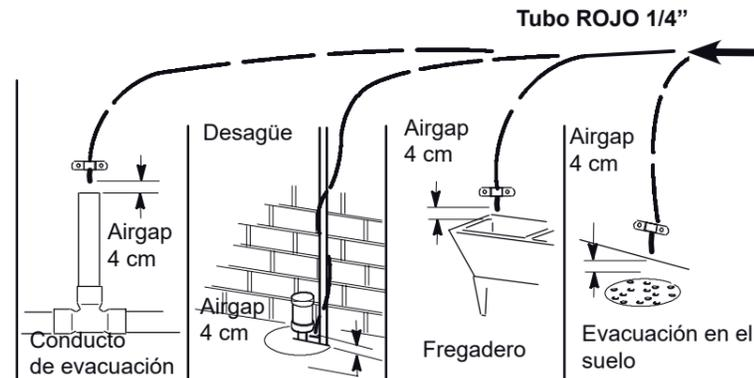

FIG. 9
INSTALAR UN PUNTO DE EVACUACIÓN A DISTANCIA Y UN AIRGAP (RUPTURA DE CARGA) Dirigir el tubo de evacuación hacia un punto de evacuación existente. Una evacuación en el suelo, un fregadero de lavadero, un conducto de evacuación, etc. son puntos de evacuación indicados. Cf Fig. 9.
4. Dirigir el tubo hacia el punto de evacuación y asegurar su instalación con ayuda de una abrazadera de apriete (no incluida), Cf Fig. 9. dejar un espacio de 4 cm entre el extremo del tubo y la evacuación. Cf Fig. 9.